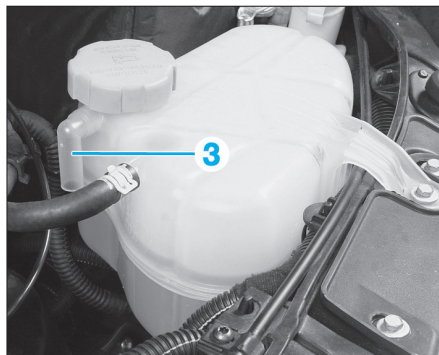

Fig. 21
- Verser le liquide de refroidissement dans le vase d'expansion jusqu'au bord inférieur du tube de trop plein (3) au niveau du vase d'expansion (Fig.21).
- Fermer la vis de purge (2) lorsque le liquide de refroidissement en sort.